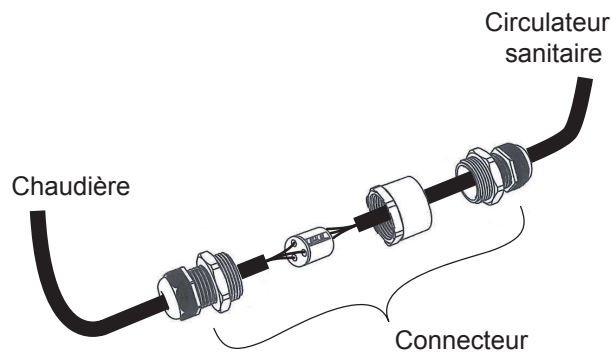

fig. 23 - Collegamento pompa sanitaria
- Collegare la pompa sanitaria alla caldaia (connettore) (fig. 23).